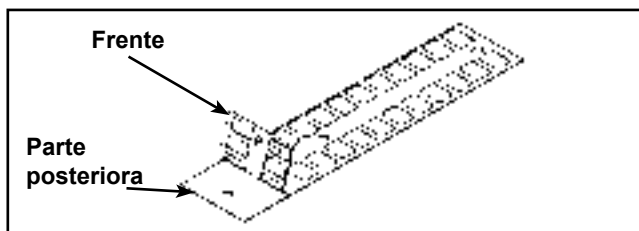

Figura 14
- A. Lentamente y cuidadosamente cáscara del lado trasero de la etiqueta. Véase El Figura 14. **NOTA:** Al pelar de la cubierta trasera, cerciorarse de que las etiquetas siguen unidas a la etiqueta engomada delantera.